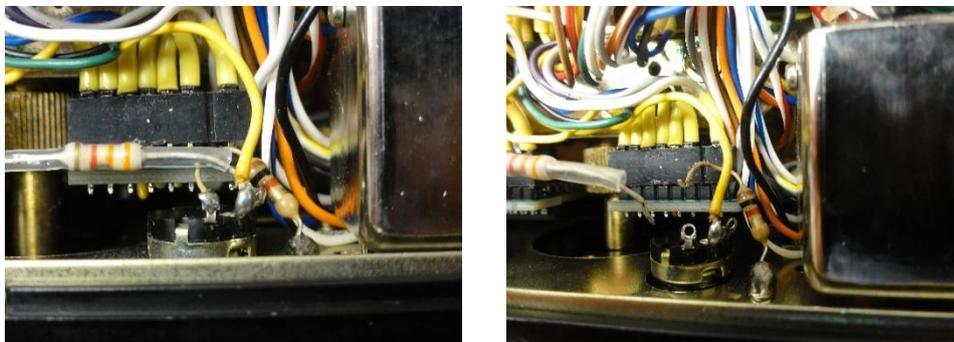

Abbildung 7
- Löten Sie am CALIB Potentiometer VR6 (5k $\Omega$ ) die beiden Widerstände R14 (1k $\Omega$ ) und R15 (3.3k $\Omega$ ) ab, siehe Abbildung 7